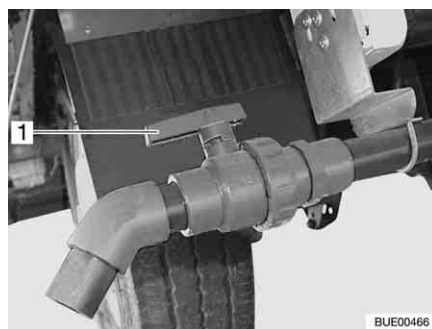

Fig. 177 Robinet de vidange
- Tourner la poignée (Fig. 177,1) du robinet de vidange dans le sens de l'écoulement.